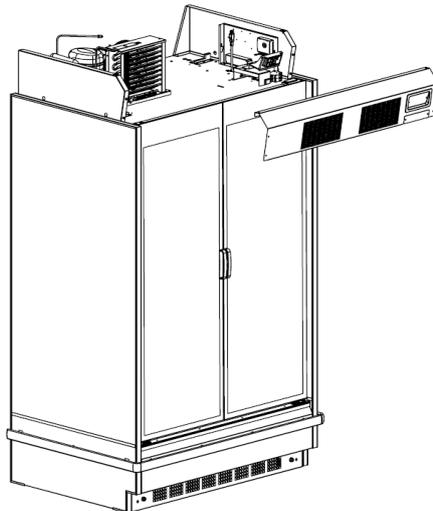

Figura 4: Retirar chapa frontal
- 2- Remover a chapa frontal para ter acesso aos componentes conforme figura 4: